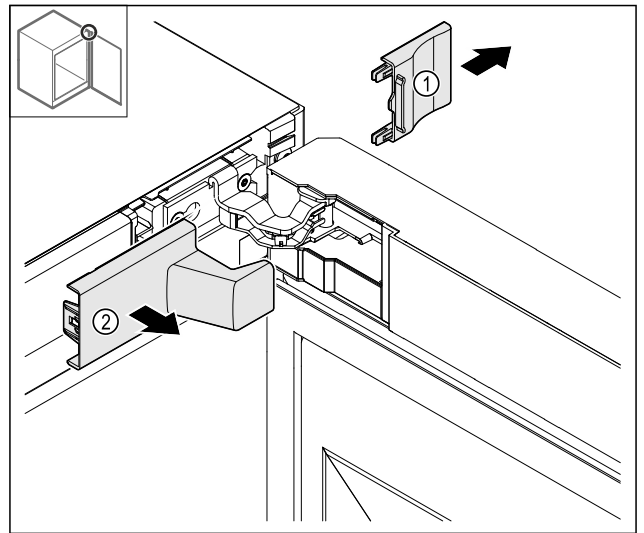

Fig. 13
- ▶ Vegye le a fedelet Fig. 13 (1), majd a fedelet Fig. 13 (2).